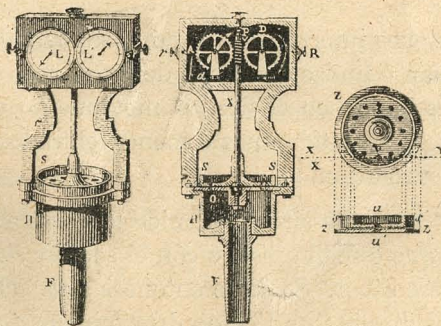

Fig. 110. — Sirena de Cagniard-Latour
*Sirena de Cagniard-Latour.* — La sirena (fig. 110) se